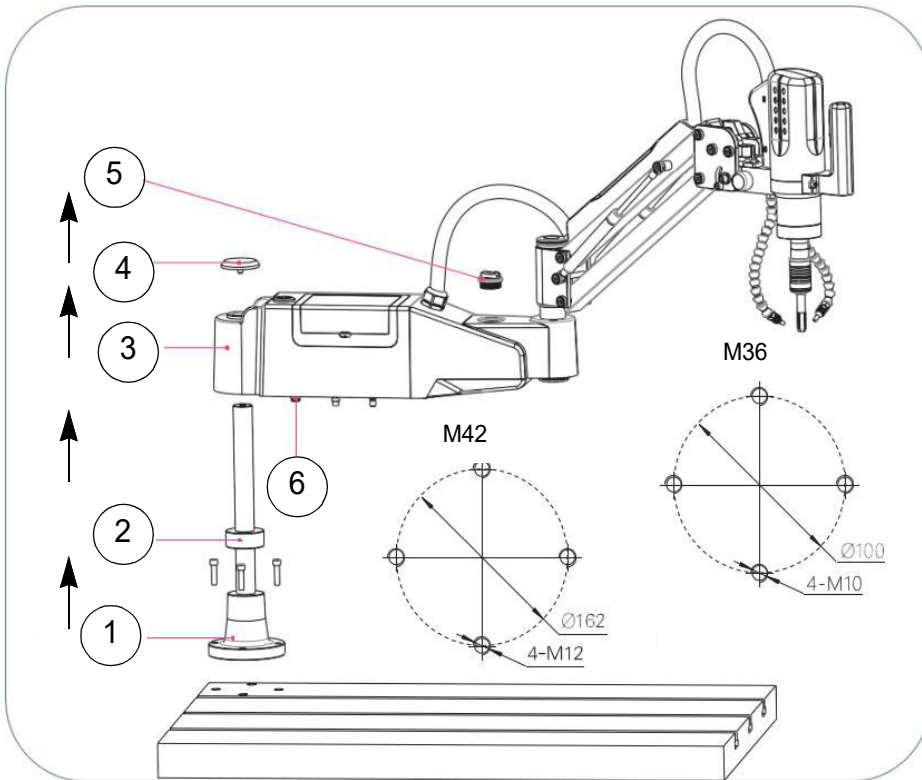

Abb. 5-2: Befestigungslöcher für den Maschinenträger
- Maschinenträger montieren. Richten Sie den Maschinenträger an den Schraublöchern des Arbeitstisches aus und montieren Sie die vier Schrauben. Wenn Sie keinen METALLKRAFT-Arbeitstisch gekauft haben, müssen Sie vier Befestigungslöcher auf dem Arbeitstisch selbst bohren (s. Diagramm „Befestigungslöcher für den Maschinenträger“, Abb. 5-2).